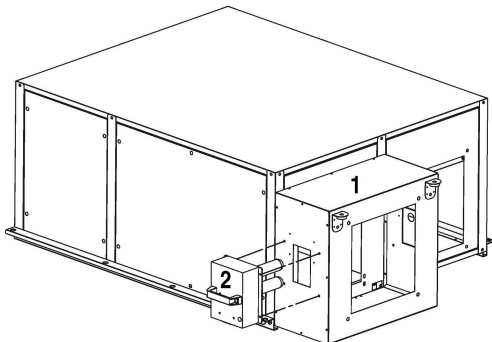

Fig.43
- Svitare le 4 viti di fissaggio e togliere il modulo di sanificazione BIOXIGEN® (2 Fig. 43), dall'interno della struttura metallica (1 Fig. 43).
- Unscrew the 4 fixing screws and remove the BIOXIGEN® sanitation module (2 Fig. 43), from inside the metal structure (1 Fig. 43).